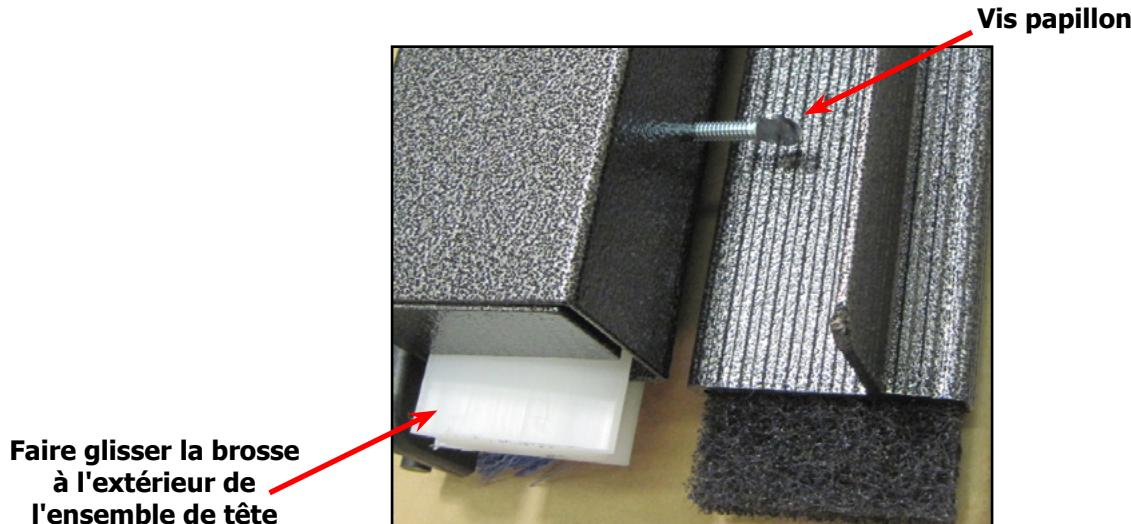

Figure 5. Desserrer la vis papillon et faire glisser la brosse à l'extérieur de l'ensemble de tête
2. Desserrez la vis papillon située sur l'ensemble de tête (voir Figure 5).